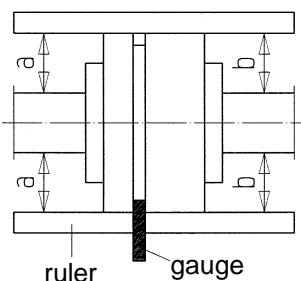

Рис. 4: Центровка с помощью линейки ( ruler ) и щупа ( gauge ).
- ЦЕНТРОВКА СЧИТАЕТСЯ ПРАВИЛЬНОЙ при сохранении одинакового расстояния от линейки, положенной по оси сверху обеих полумуфт, до каждого из валов при повороте тех на любой угол; также, при независимом повороте полумуфт на различные углы, зазор между их концами, измеряемый щупом или цифровым указателем, должен оставаться неизменным см. Рис. 4 и 5.